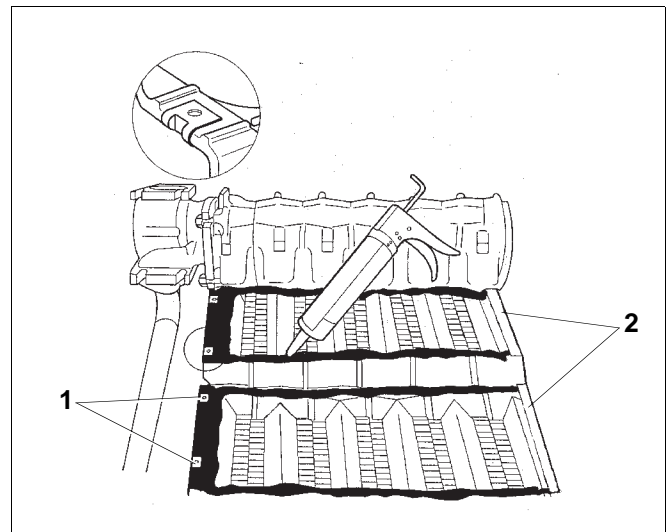

Fig. 31 Injecter le mastic
- Mettre les quatre écrous cage (fig. 31, **pos. 1**) sur les éléments d'extrémité avant (côté du raccordement hydraulique).
- Injecter le mastic fourni dans la rainure d'étanchéité (fig. 31).\* Afin d'obtenir la bonne épaisseur de mastic (1,5 cm), couper à 45° environ le bec d'injection à 4 cm du bout. Injecter du mastic par dessus les écrous cage.
N'injecter le mastic au dos (fig. 31, **pos. 2**) qu'après le positionnement du collecteur de fumées.
- Injecter le mastic sur la face arrière, voir également (fig. 31, **pos. 2**, page 24).